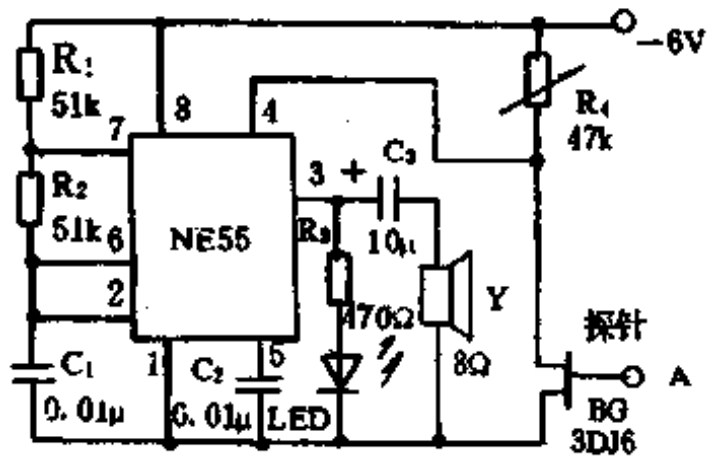

图 1-118
电路如图 1-118 所示。当探针 A 无感应信号输入时,场效应管 BG 漏、源极之间电阻较小,时基 NE555 的复位端④脚处于低电位,由 R₁、R₂、C₁、NE555 组成的音频振荡器不起振,Y 无声,由于 NE555 的③脚输出为低电平,LED 截止不发光。当探针 A 有感应信号输入时,BG 漏、源极之间电阻增大,使 NE555 的④脚变为高电位,音频振荡器开始振荡,从 Y 发出声音,同时 LED 发光。使用时,将需要检测的断芯线一端接在 220V 市电火线上,然后用检测器的探针靠近被测线移动,当出现无声无光处,便是断芯的位置。调整 R₁,使 BG 漏、源极在无感应信号时电压为 0.7V 即可。